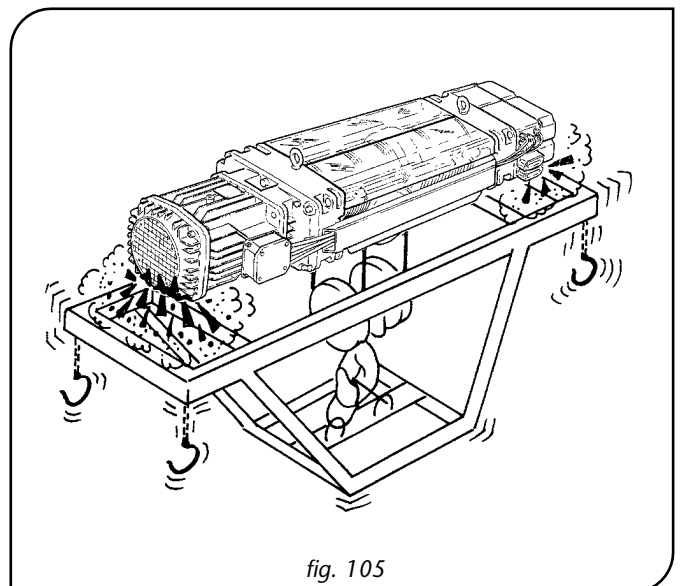

fig. 105
- *che possono entrare in collisione con parti del paranco o del carrello (fig. 105).*